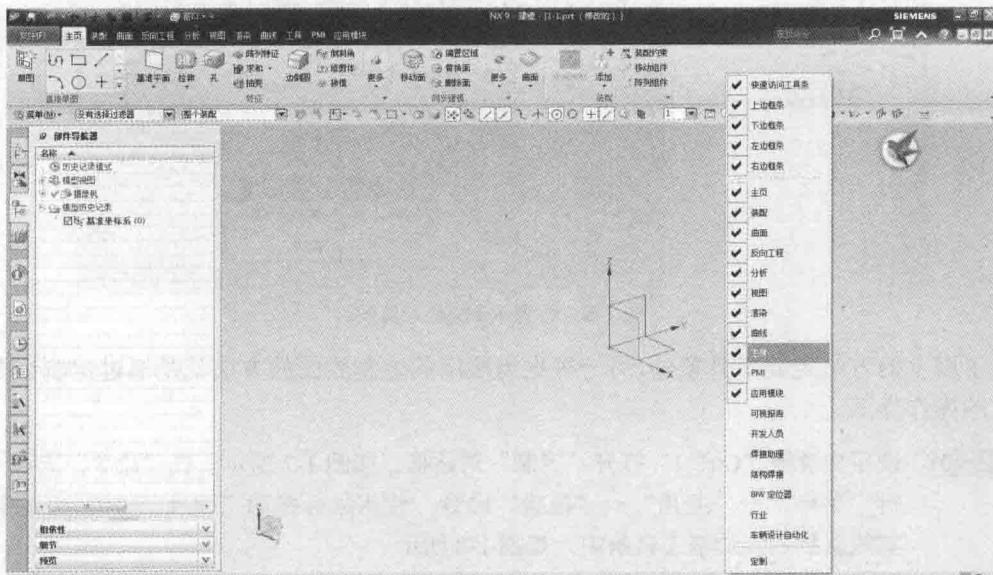

图 1-4 UG NX 9.0 Ribbon 工具条设置
**步骤 04** 在 Ribbon 工具条的右侧空白处单击鼠标右键，可以设置 Ribbon 工具条，如图 1-4 所示勾选“主页”、“装配”、“曲面”、“反向工程”、“分析”、“视图”、“渲染”、“曲线”、“工具”、“PMI”复选框，可以看到 Ribbon 工具条中增加了相应的工具条。